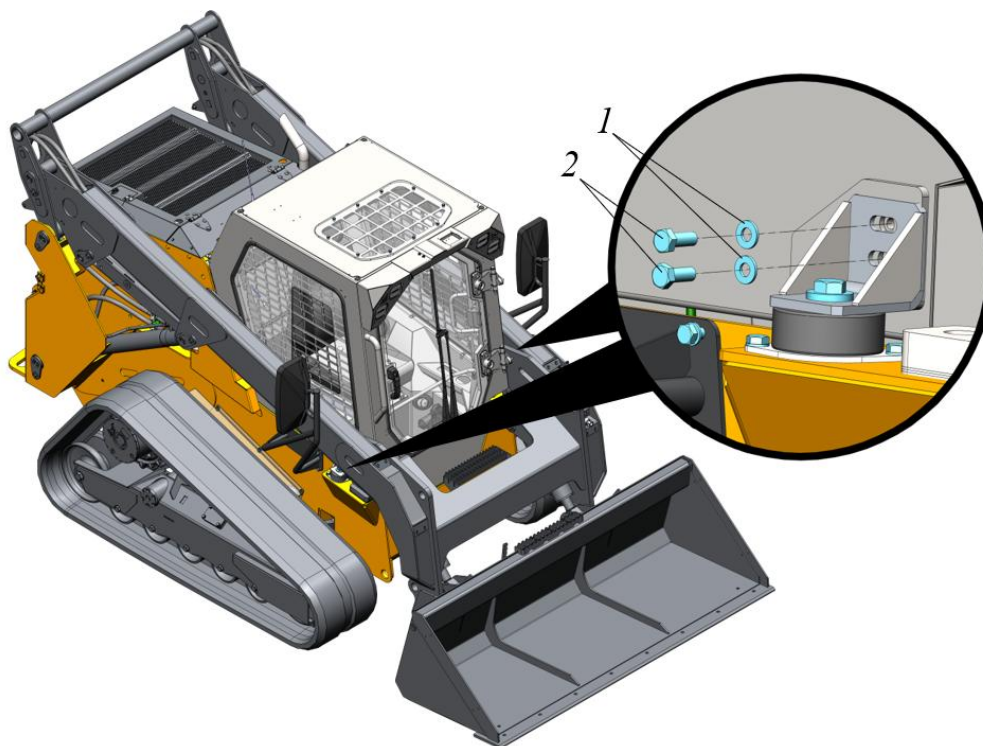

Рисунок 5.13. Крепление передних опор кабины
- ▶ Ключом вкрутить по 2 болта, поз. 2 с шайбами, поз. 1, в каждую опору, рис. 5.13.